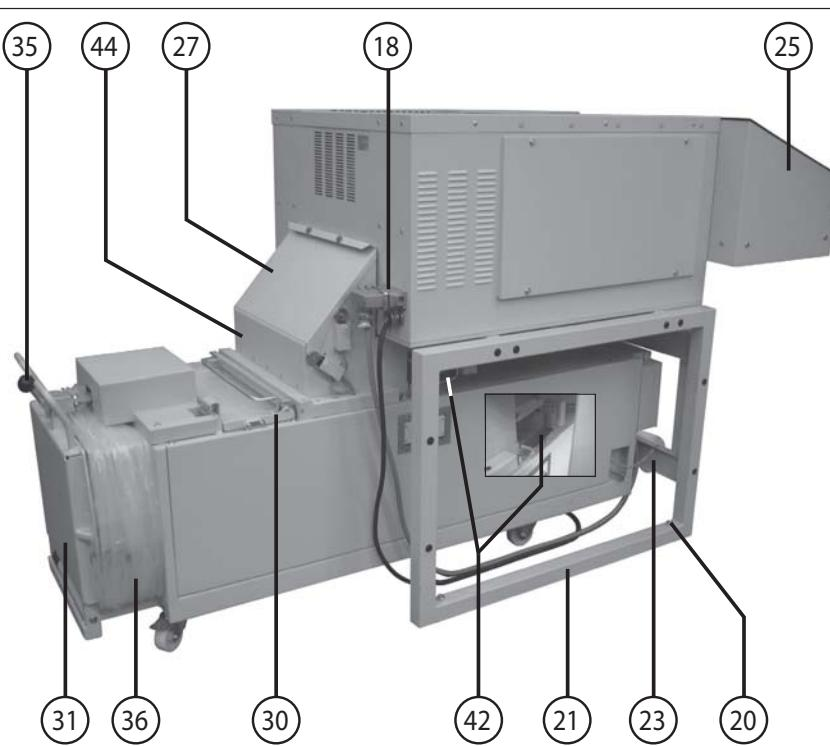

Fig. 2
- 18 = Tomada de corrente (fig. 2)
- 20 = Parafuso de compensação (fig. 2)
- 27 = Tampa (fig. 2 e 5)
- 30 = Válvula de enchimento (fig. 2)
- 31 = Válvula de extração (fig. 2)